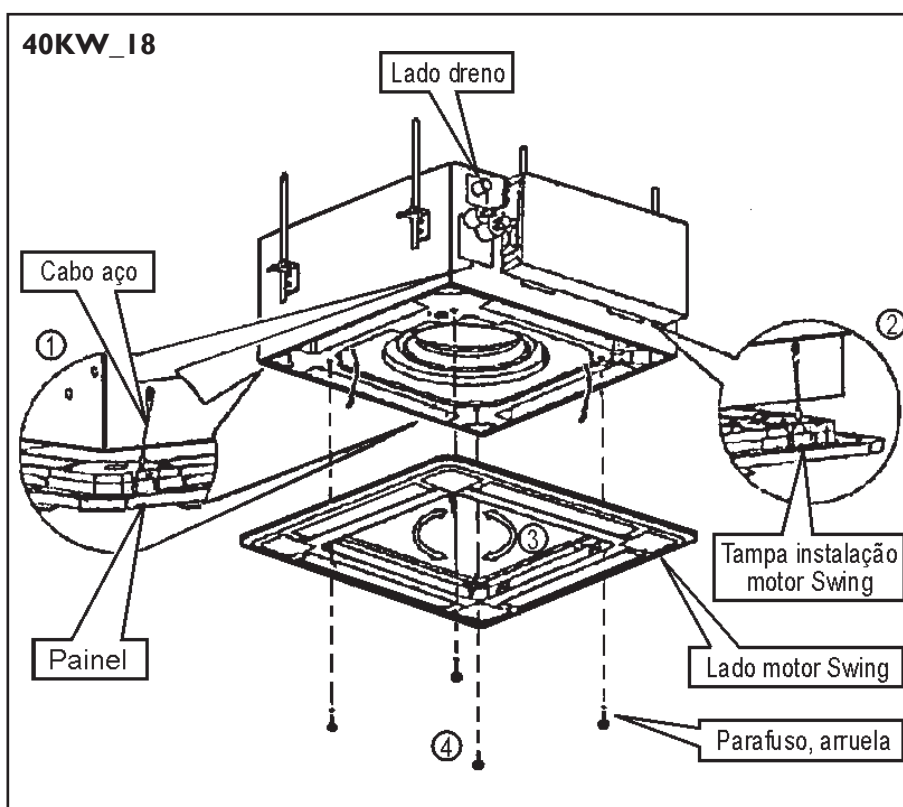

FIG. 25
- c) Alinhar o motor do Swing (oscilar) adequadamente no painel com as juntas de tubulação. Figs 25 e 26.
- d) Encaixe os dois cabos de aço, fixos ao corpo principal, no painel de instalação e alinhe a marca no painel com a mesma marca no corpo principal. Ver Fig. 25 - Detalhes 1 e 2 para 40KW\_18.